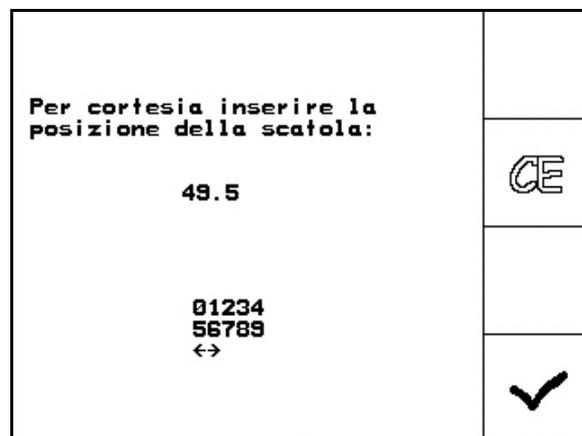

Figura 62
-  Confermare le impostazioni e registrare il valore visualizzato sulla scala dalla leva del riduttore nella finestra del menu che viene aperta (Figura 62).